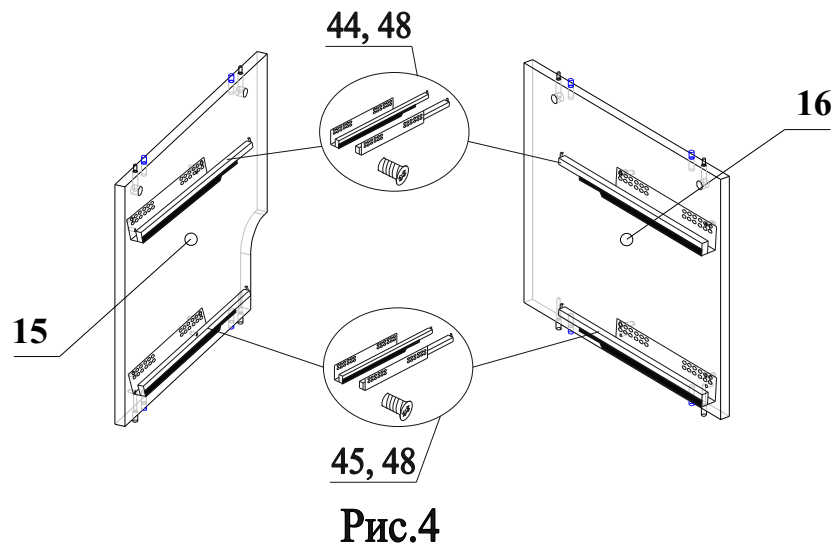

Рис.4
9. К деталям 15,16 прикрутить направляющие 44,45 евровинтами 48 (крепление осуществляется через верхний ряд 3 и последнее отверстие). (рис. 4);